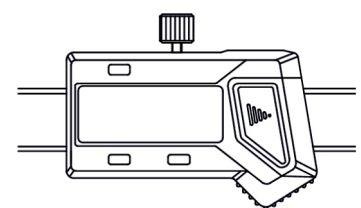

Abb. 3
- » Setzen Sie die Batteriefachabdeckung wieder auf (Abb. 3).